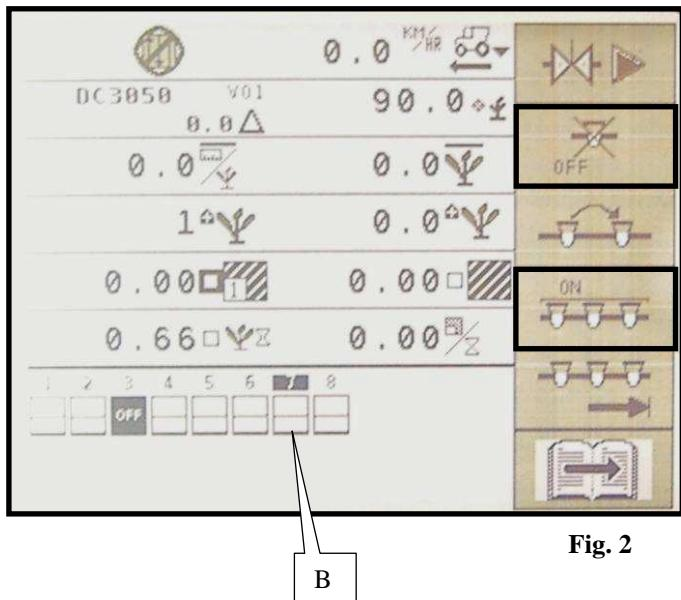

Fig. 2
- Appuyer sur la touche qui correspond à l'icône (Fig.2) pour couper le rang B qui est en surbrillance.
- Pour remettre en fonctionnement un rang vous devez le sélectionner, puis appuyer sur la touche **ON** pour le remettre en fonctionnement (Fig.2).
- Pour remettre en fonctionnement tous les rangs en même temps, appuyer sur la touche correspondant au symbole (Fig.2).
- Press the key corresponding to the icon (Fig.2) to cut off row B which is highlighted.
- If you want a row to operate again, you must select it and then press the key **ON** to start it again (Fig.2).